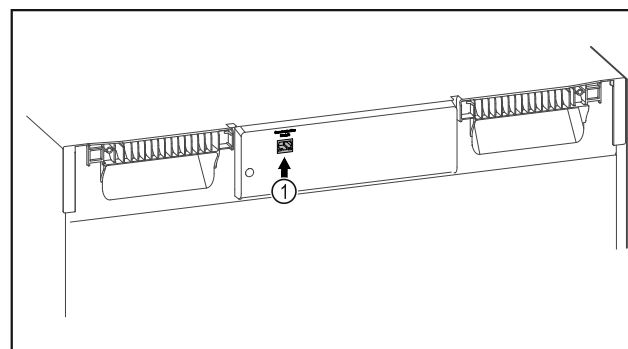

Fig. 118
- ❑ Le SmartModule Fig. 118 (1) est installé.